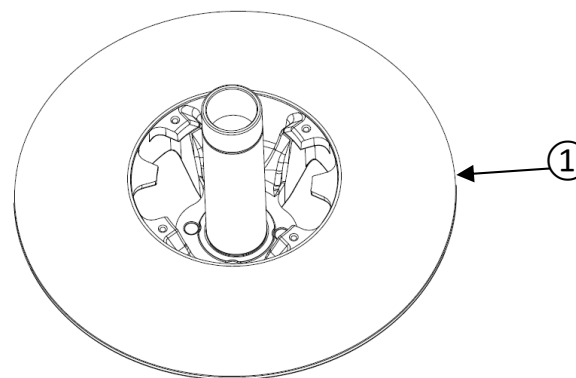

Figure 25
L'arbre ne peut pas être démonté du flasque fixe ① (figure 25).